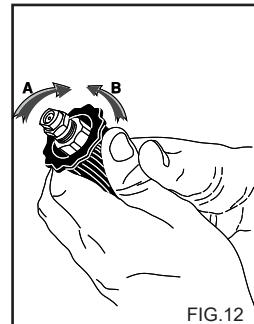

FIG.12
## ANVENDELSE AF DET REGULERBARE HOVED (fig. 12)
2) Aktivér højtryksrenseren, åbn hanen til rengøringsmidlet (hvis en sådan findes), aktivér opsugningsfunktionen på strålerøret (fig. 12), og spred rengøringsmidlet på den overflade, der skal vaskes, ved at køre nedefra og opefter. Lad det virke i et par minutter.